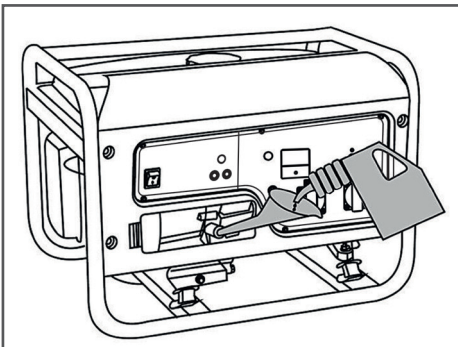

Рис. 8 Заправка двигателя генератора маслом
4. С помощью воронки, залейте необходимый объем масла рекомендованной категории и вязкости, соответствующей температуре окружающего воздуха (Рис. 8).